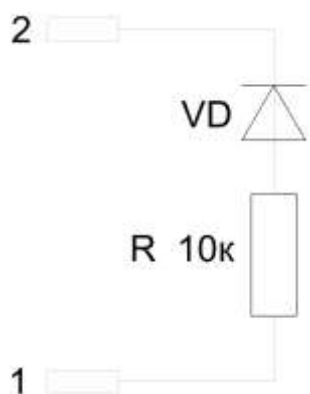

Рис. 6. Оконечный элемент ОЭ1. Схема.
- ОЭ1 (НЛВТ.425533.129-05), Рис.1, Рис.6 – оконечный элемент, предназначенный для обеспечения контроля на обрыв цепи релейного выхода модуля исполнительных устройств.